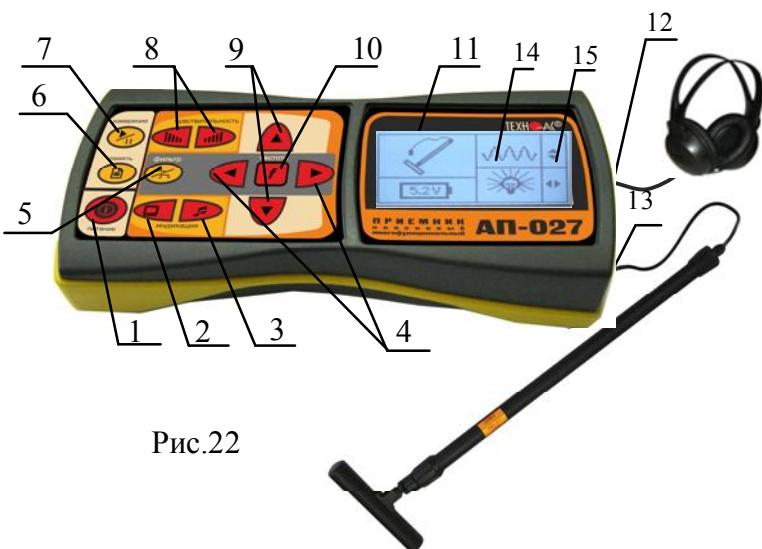
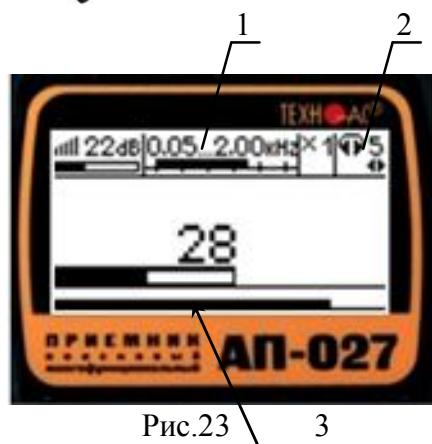

Рис.22
Рис.23
а) включить питание приемника АП-027 кнопкой ① поз.1 рис. 22.
а) запустить режим «измерение» кнопкой  поз.7 рис.22.
г) выйти из режима регулировки фильтра, нажатием кнопки «частота»  поз.10 рис.22. На индикаторе в зоне окна поз.1 рис.23 исчезнет указатель подсказки и появится в зоне поз.2 рис.23 (возможность регулировки звука).
д) установить комфортную громкость звука в телефонах поз.2 рис.23, для этого нажать на кнопку режима звуковой индикации поз.3 рис.22 и отрегулировать громкость кнопками /
е) Установить уровень входного сигнала кнопками «чувствительность»  и  поз.8 рис. 22 по индикатору «узкая шкала» (предпочтительно на 50...70% от максимума) поз.3 рис. 22.
ж) установить необходимый коэффициент усиления фильтрованного сигнала множителем « $\times 1/2/4/8$ » нажимая на кнопки ▲/▼ поз.10 рис.22, не допуская перегрузок.